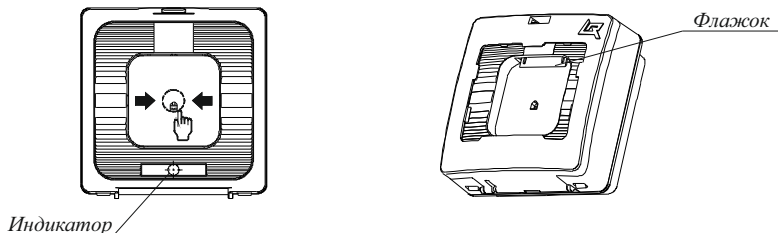

Рисунок 1
б) нажатие на приводной элемент (кнопку) (рисунок 1, раздел 4).
4.1 УДП представляет собой адресное устройство, формирующее сообщение о событии при нажатии на кнопку. Выпадающий цветной флажок является визуальным подтверждением нажатого состояния кнопки УДП (рисунок 1).